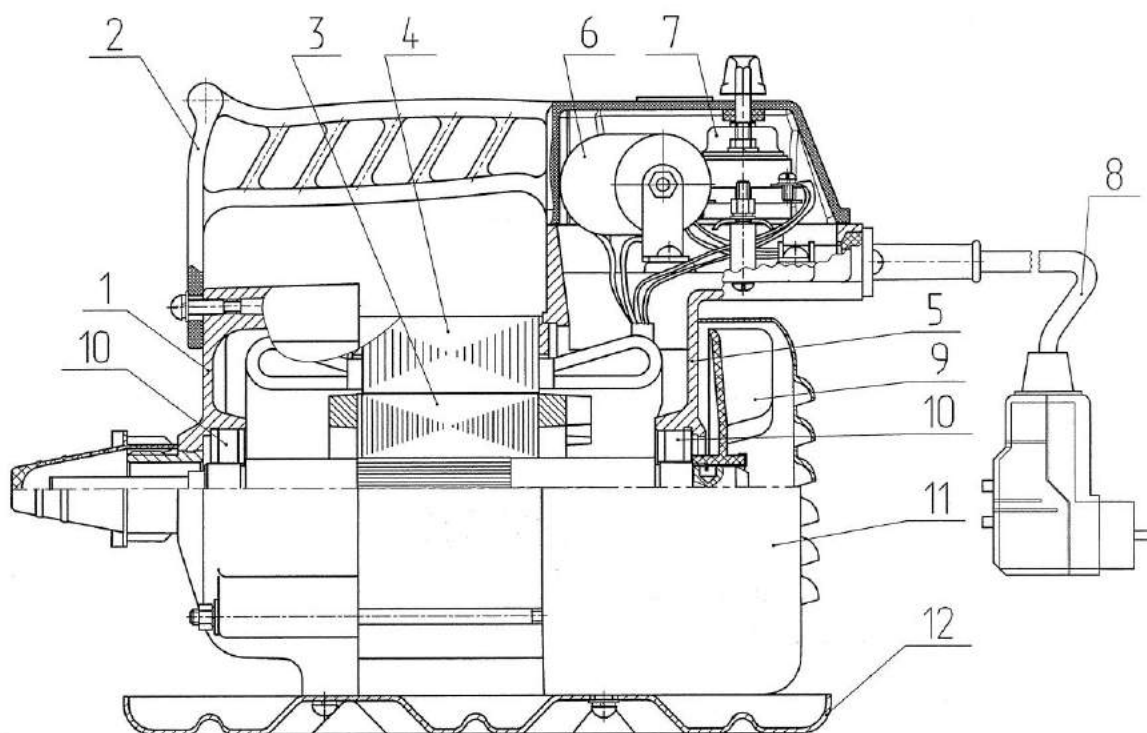

Рисунок 1. Электропривод ЭПК – 1300
5.2 Устройство электропривода приведено на рис. 1.
- развернуть резьбовые соединения электропривода (рисунок 1), снять крышку 8 , отсоединить от контактов выключателя 8 токоподво-